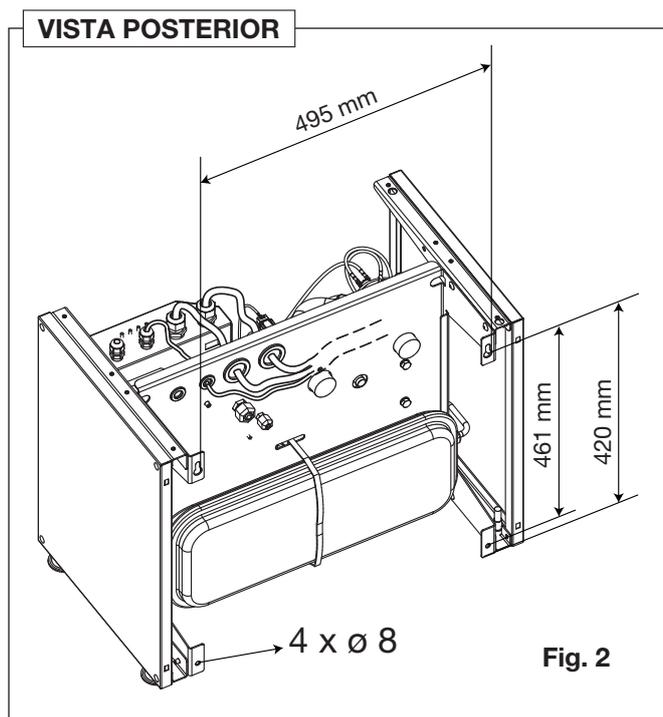

Fig. 2
- Ejecutar 4 agujeros en la pared, utilizando la plantilla suministrada (v. **fig. 2**). Utilizar tacos y tornillos (no suministrados) adaptados al peso de la unidad y al tipo de pared.
- Sacar la cubierta del panel eléctrico para acceder a los terminales (fig. 2).